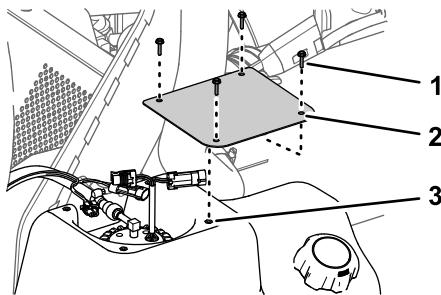

Figura 77
1. Encaixe a cobertura no depósito (Figura 77) com os 4 parafusos (n. 10 x $\frac{3}{4}$ pol.) que removeu no passo 2 de Remoção da tampa da bomba de combustível (página 59).